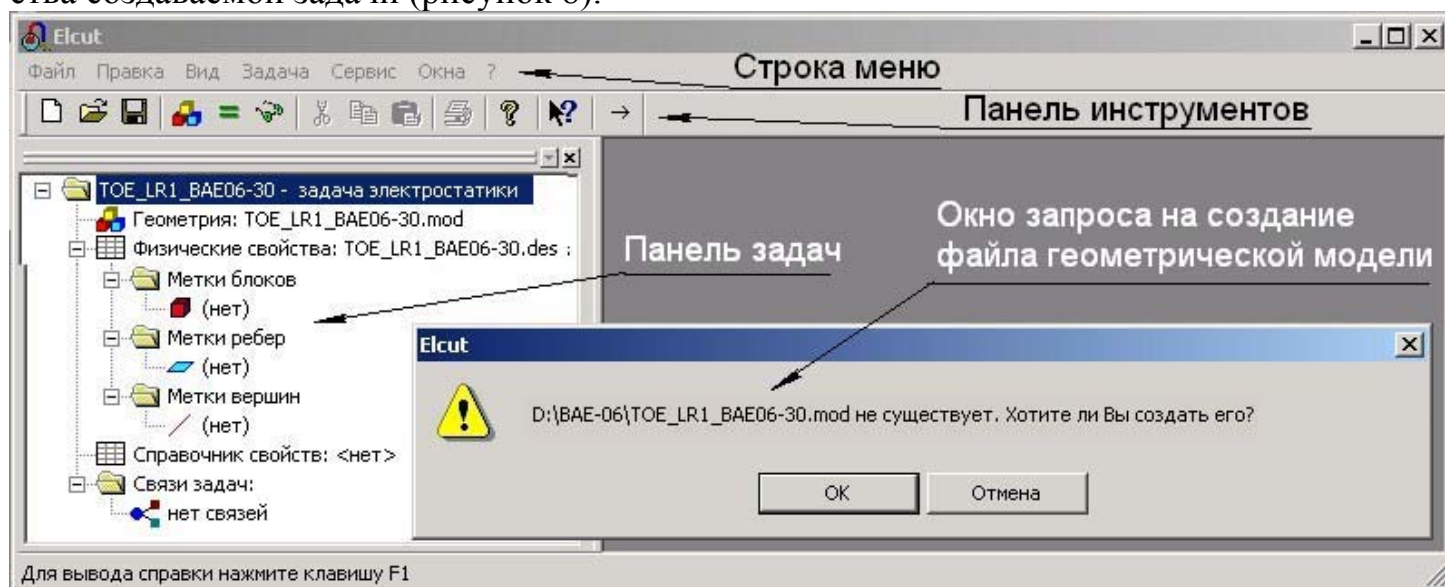

Рисунок 8 – Рабочий стол с панелью задач и окном запроса на создание файла геометрической модели
1.5 После щелчка по кнопке **Готово** на панели задач рабочего стола появятся свойства создаваемой задачи (рисунок 8).
На панели задач дважды щелкнуть по строке **Геометрия: TOE-LR1\_BAE-30.mod** или выбрать в строке меню: **Правка/Геометрическая модель** и подтвердить кнопкой **Ок** в окошке **Elcut** (рисунок 8) создание файла геометрической модели: **D:\BAE-06\TOE-LR1\_BAE06-30**.